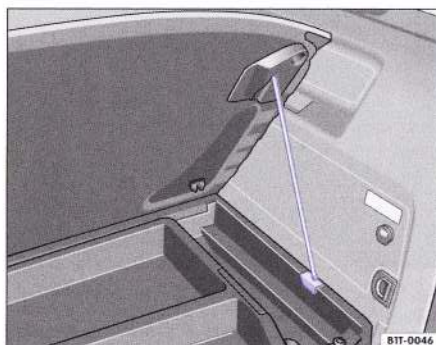

Fig. 87 Podeaua portbagajului sprijinită cu o proptea.
- Asigurați podeaua portbagajului cu propteaua ⇒ pagina 94, fig. 87".
- După coborârea podelei, aceasta trebuie fixată bine cu ajutorul mânerului ②.